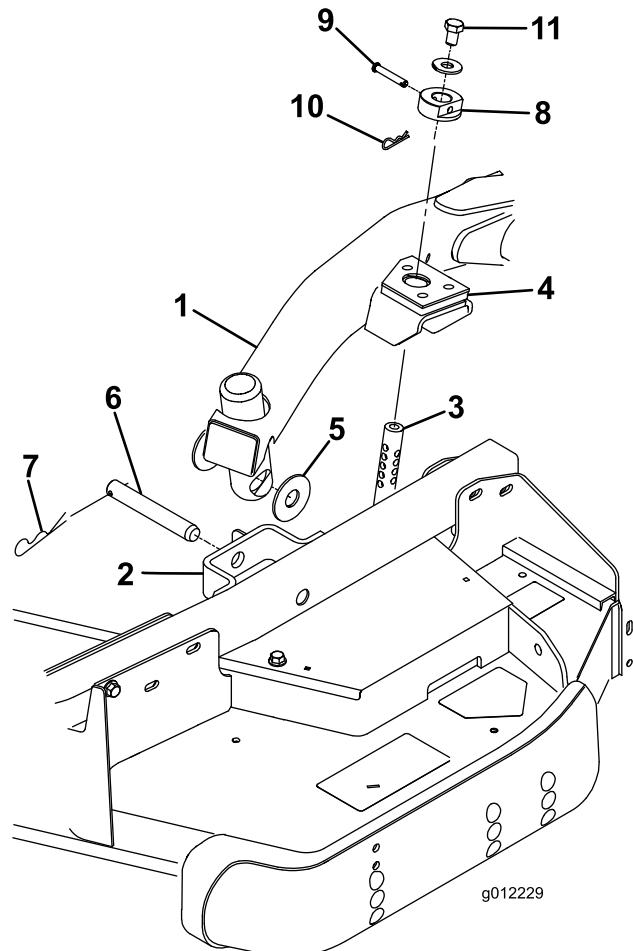

Figura 26
4. Desloque a alavanca de elevação para a posição Suspensa. Empurre um braço de elevação para baixo até que os furos no braço fiquem alinhados com os furos do suporte do braço da roda giratória e a haste de altura de corte possa ser inserida nas pastilhas do braço de elevação (Figura 26).
5. Prenda o braço de elevação ao braço da roda giratória com (2) anilhas de encosto, um passador de forquilha e um pino de gancho. Posicione as anilhas de encosto entre o braço de elevação e o suporte do braço da roda giratória (Figura 26). Insira a extremidade do gancho na ranhura da patilha do braço da roda giratória para fixar o contrapino.
9. Instale o anel da altura de corte nas varetas da altura de corte e prenda os passadores de forquilha e pernos do gancho (Figura 26). A cabeça do passador de forquilha deve ser posicionada virada para a frente da plataforma.
10. Instale um parafuso de 1/2 x 3/4 pol. e uma anilha na parte superior de cada vareta da altura de corte (Figura 26).